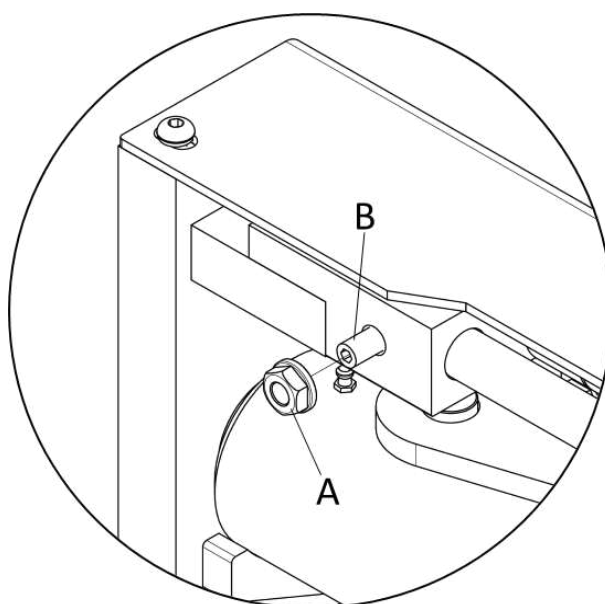

Figura 15
2. Para aumentar o disminuir la velocidad de apertura de las horquillas, desenrosque la tuerca **A** y gire el tornillo del acelerador **B** para ajustar la presión (mira *Figura 15*); en caso de que eso no sea suficiente, mire la *Tabla 6* a pag.40 para otras soluciones.